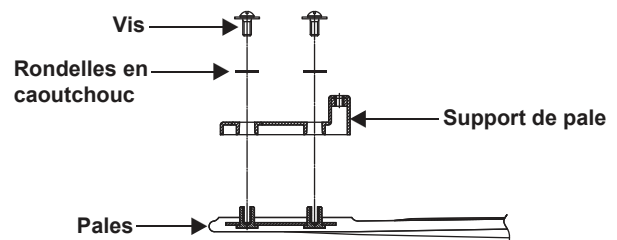

Figure 6
2. Fixez le support de pale aux pales à l'aide des vis et rondelles en caoutchouc fournies. Répéter le processus avec d'autres pales. (Fig. 6)